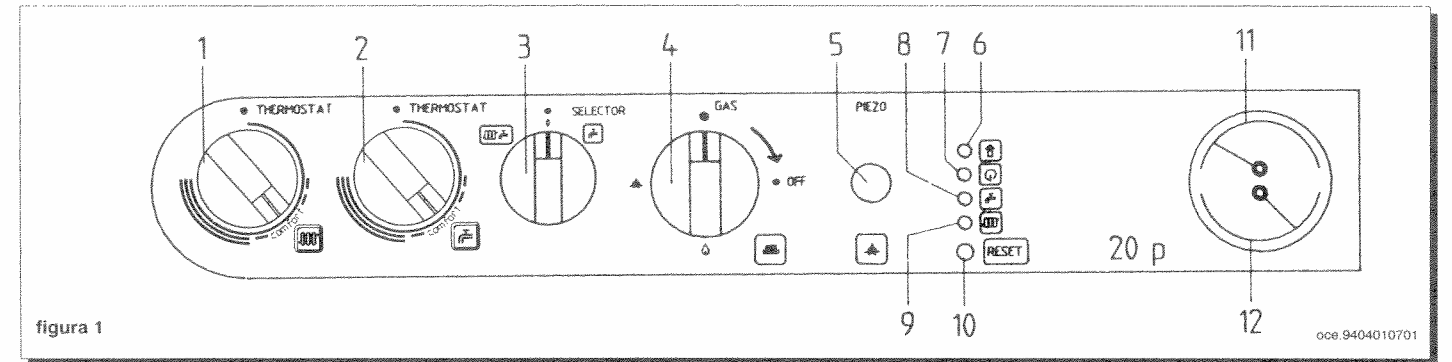

figura 1
- 3) *hacer girar el botón (3) del selector predisponiendo la caldera en posición Verano  o Invierno .*
- 4) **para la figura 1:** *presionar completamente el pulsador de la válvula del gas (4) y, al mismo tiempo, el del encendedor piezoelectrico (5). Con piloto encendido esperar por lo menos 15-20 segundos de modo que la llama caliente regularmente el termopar, luego dejar el botón (4) (repetir la operación en el caso de apagamiento de la llama piloto);*